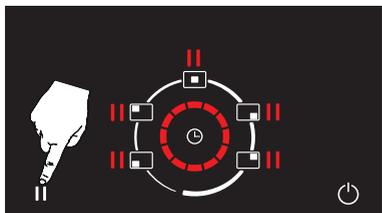

Figure 41
Appuyez une fois sur la touche (II) démarrer/ arrêter (Voir Fig. 41)